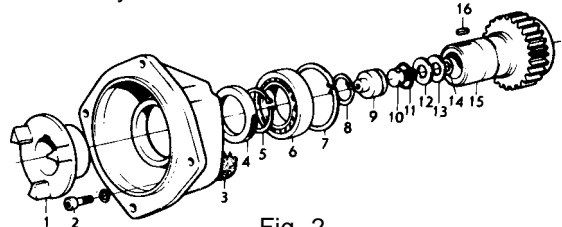

Fig. 2
1. Enlever la vis (10, fig. 2.). Remarque : noter les rondelles (12 et 13) et la cale (14).
3. Enlever le joint d'étanchéité (4, fig. 2).
4. Vérifier le roulement (6) et le pignon (15). S'il faut les remplacer, effectuer les opérations 5 jusqu'à 7. S'il faut extraire le pignon, il est recommandé de remplacer le roulement.
5. Enlever la clavette (16) et le circlips (5).
7. Enlever le circlips (7) et extraire le roulement (6) au moyen du mandrin 884265.